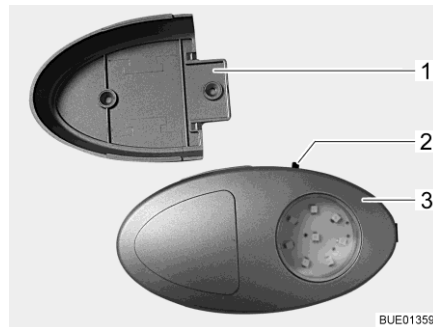

Fig. 72 Eclairage de la penderie/lampe de poche
- ▷ Il est possible d'extraire l'éclairage de la penderie de son support vissé (Fig. 72,1) et de l'utiliser comme lampe de poche.
Le bouton Marche/Arrêt (Fig. 72,2) se trouve directement sur l'éclairage de la penderie (Fig. 72,3).